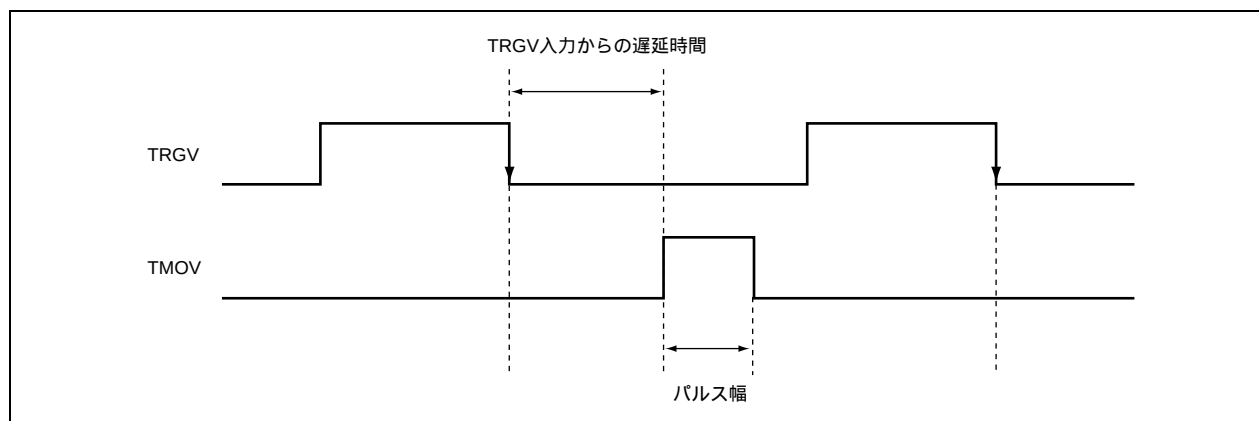

図 1.1 トリガ入力カウント開始機能によるパルス出力
1. 図 1.1 に示すように、TRGV 入力に対する任意の遅延時間のパルス幅のパルス出力を行ないます。